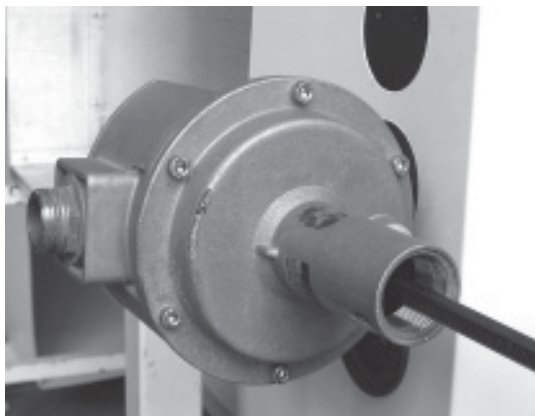

Fig. 24
- Placer le tube du manomètre sur le port de pression d'entrée (figure 24) de la vanne de régulation des gaz, après avoir desserré la vis d'un tour.